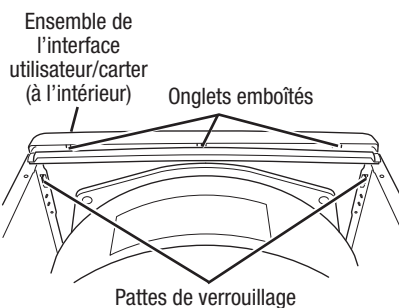

Figure 16. Ôter le panneau de la console pour accéder à l'ensemble de l'interface utilisateur/carter.
3. Le panneau de la console comporte deux pattes de verrouillage à l'arrière (à droite et à gauche), une patte de verrouillage en bas (dissimulée), et trois onglets d'emboîtement au sommet. Voir figure 16. Appuyer sur la patte de verrouillage (à l'arrière, à droite), et faire pivoter doucement le panneau de la console vers le haut tout en tirant au sommet pour libérer les trois onglets d'emboîtement; finalement, appuyer sur la patte de verrouillage de gauche, et soulever le panneau de la console et l'enlever.